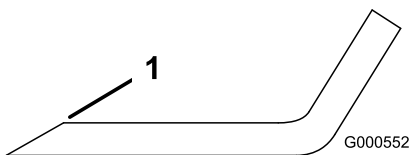

Figura 65
- Utilize uma lima para afiar aresta de corte em ambas as extremidades da lâmina (Figura 65).
Nota: Se lâmina não estiver equilibrada, lime algum metal da extremidade da aba apenas (Figura 65).